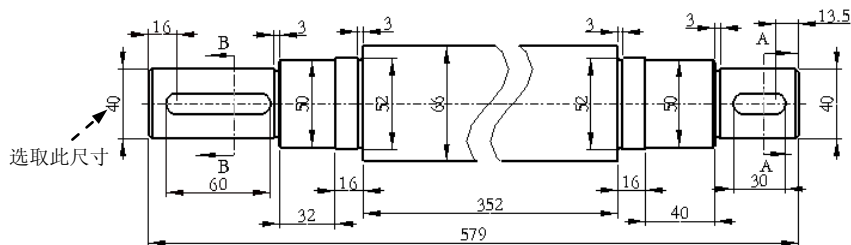
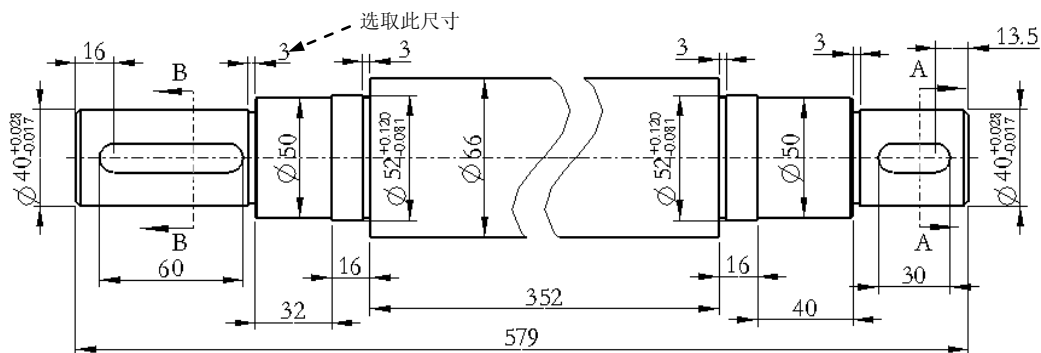
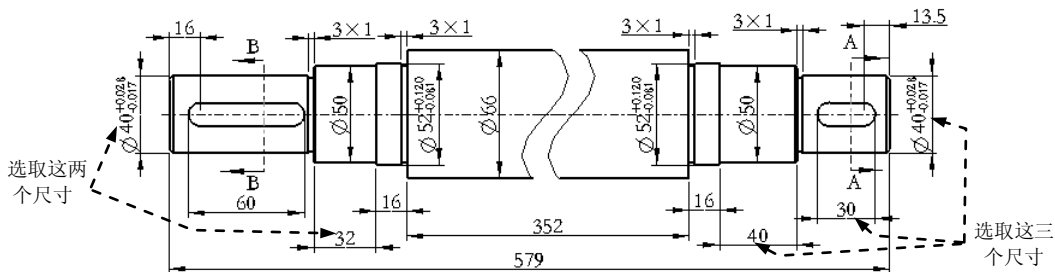

图 5.8.17 添加(纵向)尺寸
图 5.8.18 显示直径符号和公差
图 5.8.19 修改退刀槽的尺寸标注
(10) 添加(纵向)尺寸(十)。参照以上步骤，添加图 5.8.17 所示的七个纵向尺寸。
(1) 选取图 5.8.17 所示的尺寸, 系统弹出“尺寸”操控板。
(2) 在 **精度** 区域的  下拉菜单中选择 **0.123**，在 **公差** 区域的  下拉列表中选择  **正负** 选项，在  文本框中输入数值 **0.028**，在  文本框中输入数值 **-0.017**。
(3) 在“尺寸”操控板中单击  选项，然后在“前缀”文本框中插入符号“Ø”，最后在图纸空白处单击即可，此时在所选尺寸的文本中将显示直径符号和公差值，如图 5.8.18 所示。
(4) 参照上面的步骤, 为其他尺寸添加直径符号和公差, 结果如图 5.8.18 所示。
(1) 双击图 5.8.18 所示的尺寸，在系统弹出的“尺寸”操控板中单击  选项，然后在“后缀”文本框中输入“×1”，最后在图纸空白处单击即可，此时该尺寸如图 5.8.19 所示。
(2) 参照上一步, 修改其他三个退刀槽的尺寸标注 (这三个退刀槽的尺寸文本均为 3), 结果如图 5.8.19 所示。
(1) 在添加基准轴之前, 先分别选取并右击图 5.8.19 所示的尺寸, 在系统弹出的快捷菜单中选取 **反向箭头** 命令, 使尺寸标注的尺寸箭头反向, 如图 5.8.20 所示。